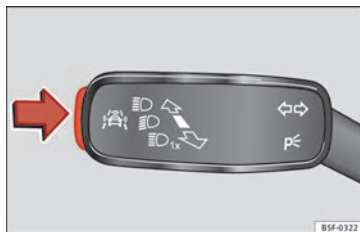

Fig. 44 Sulla leva degli indicatori di direzione e degli abbaglianti: tasti per i sistemi di assistenza alla guida.
- Premere brevemente il tasto **» fig. 44** nella direzione indicata dalla freccia per aprire il menu **Assistenti**.